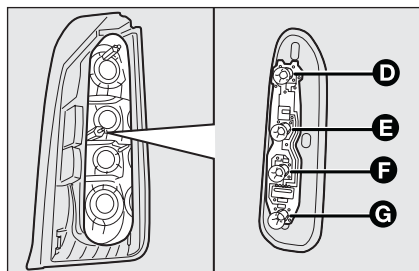

fig. 29
- ☐ quitar las lámparas **D - E - F - G- fig. 29** empujándolas ligeramente y girándolas en sentido contrario a las agujas del reloj;